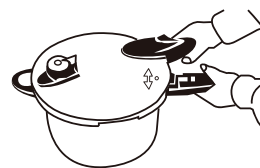

Fig. 4
1. Alinhar o sinal "o" na tampa com o sinal "▲" na pega da panela (part. 15) (Fig. 4).